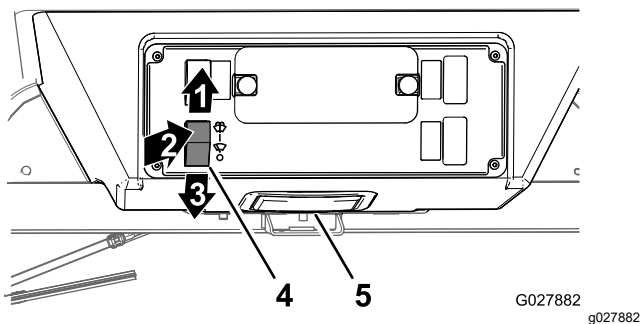

Figura 51
- Spingete in su l'interruttore del tergicristallo/lavacrystallo per attivare i tergicristalli del parabrezza (Figura 51).
- Spingete in giù l'interruttore del tergicristallo/lavacrystallo per arrestare i tergicristalli del parabrezza (Figura 51).
- Spingete momentaneamente la metà superiore dell'interruttore del tergicristallo/lavacrystallo per spruzzare il detergente sul parabrezza (Figura 51).